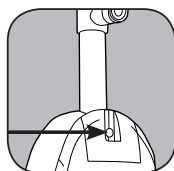

Fig. 1
2. Alinee el orificio del mango con el orificio en la parte superior de la aspiradora e introduzca el tornillo. Asegúrese de que el tornillo esté bien ajustado (Fig. 1).